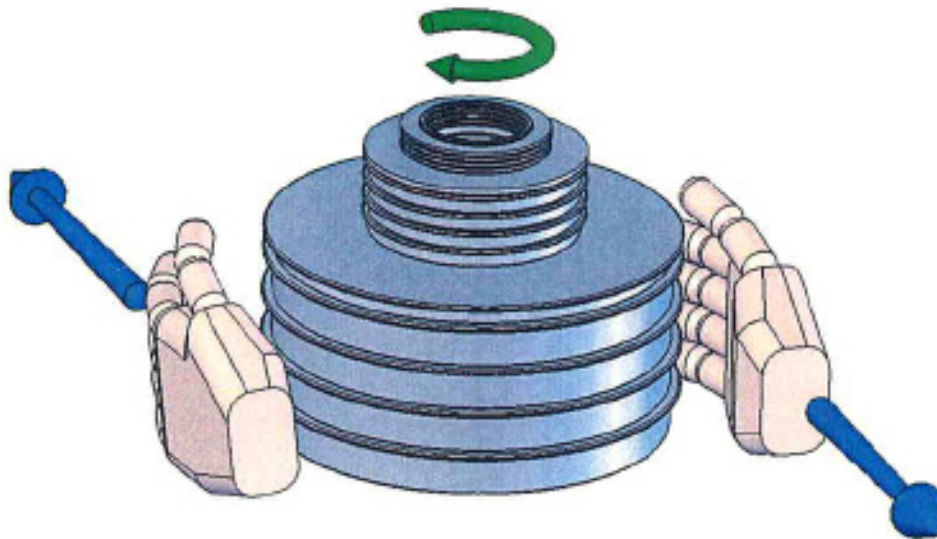

図 4-2. 重りの回転
3. 重りスタックを時計回りに、約 10 ～ 60 rpm の速度でゆっくり回します。重りを回すときは、荷重が偏らないようにします。そのためには、手の平をスタックの両側に当てて、スタックをそれぞれ逆方向に引いて回します (図 4-2 を参照)。